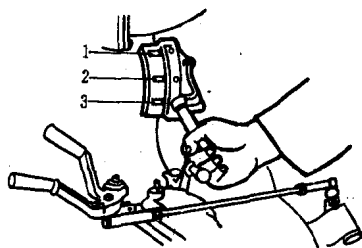

图 1-5 减压手柄放在减压位置
- (1) 分开主离合器(操纵杆在最前面的位置)。
- (2) 油门手柄放在不供油的位置(最下面的位置)。
- (3) 减压手柄放在“起动”位置(图1-5)。
(4) 均匀地接合离合器, 以低档带动发动机运转3~5分钟, 并将减压手柄先后放到“半开”和“运转”的位置上, 使发动机预热(参看图1-5)。